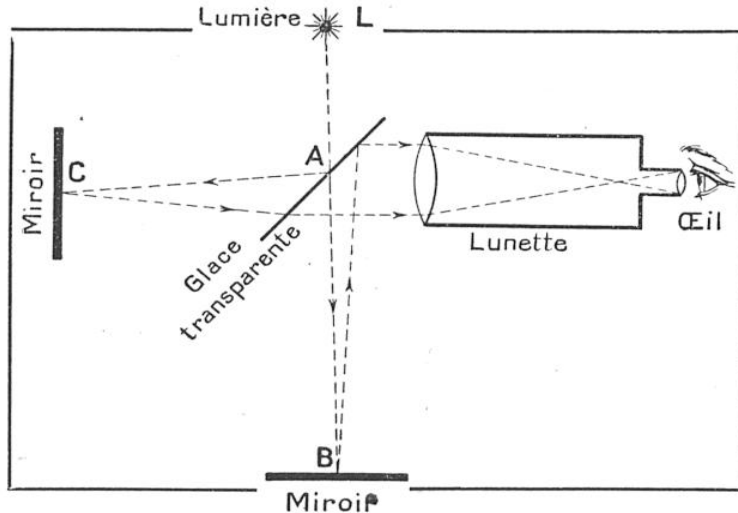

FIG. 2. — L'EXPÉRIENCE DE MICHELSON
3^o Reste ce que l'humanité appellera éternellement « l'expérience de Michelson », comme on dit « le principe d'Archimède » ou « la loi de Joule ». Je vous ferai grâce des raisons qui le conduisirent à réaliser cette expérience il y a cinquante-huit ans et des idées qui régnaient alors : il s'agissait de déceler un prétendu *éther*, en fait abandonné sans retour par l'unanimité des savants. En langage moderne, on veut savoir (fig. 2) si la lumière se comporte le son, si un mouvement d'ensemble (le mouvement de révolution de la Terre, qui nous entraîne autour du Soleil à la vitesse de 30 km par seconde) a une influence quelconque sur la vitesse de propagation de la lumière, laquelle vaut (d'après les 2 885 déterminations les plus
(1) Portant sur la comparaison des deux rayons A C et A B (fig. 2).